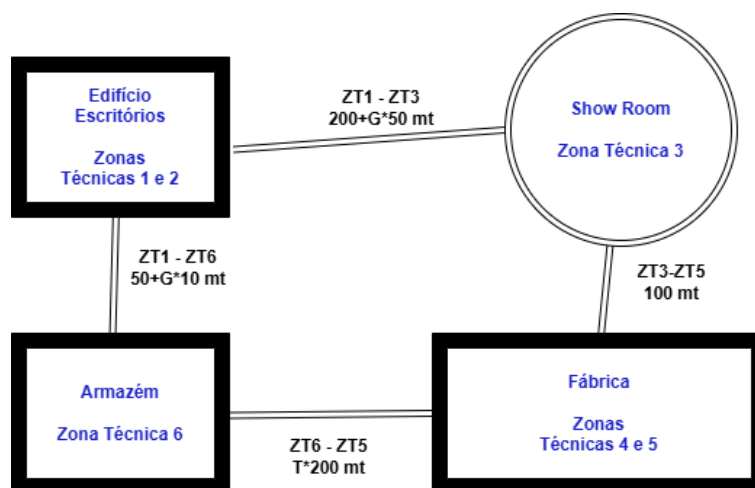

Figura 1 - Campus da empresa ABCD
Considere o Campus desta empresa na Figura 1. As Zonas Técnicas (ZT) são os espaços onde se podem alojar os Distribuidores. As medidas indicadas representam a distância entre as zonas técnicas referidas.